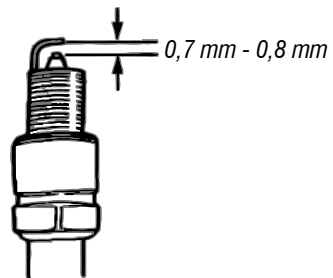

Fig. 35
- g. Para un correcto funcionamiento, el espacio libre de la bujía debe estar entre 0,7 mm e 0,8 mm (Fig. 35).